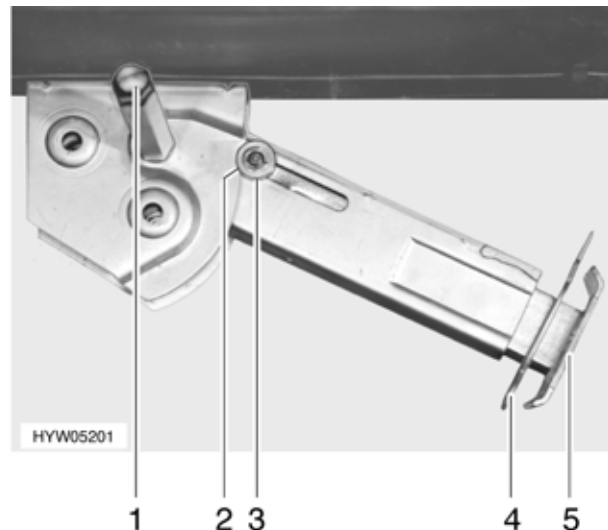

Fig. 18 Piedino di stazionamento
- Inserire la chiave a tubo nell'esagonale (Fig. 18,1) e girare fino a quando il piedino di stazionamento non si trova in posizione verticale verso il basso.
- Estrarre la copiglia (Fig. 18,4) dal prolungamento dell'estremità del piedino (Fig. 18,5).
- Inserire la chiave a tubo nell'esagonale (Fig. 18,1) e girare fino a quando il piedino di stazionamento non si stacca dal terreno.
- Spingere completamente all'interno il prolungamento dell'estremità del piedino (Fig. 18,5) e inserire la copiglia (Fig. 18,4) nel foro apposito.
- Girare la chiave a tubo nell'esagonale (Fig. 18,1), fino a quando il piedino di stazionamento non è sollevato verso l'alto e la guida (Fig. 18,3) è rientrata totalmente nell'intaglio (Fig. 18,2).
- Accertarsi che tutti i piedini di stazionamento siano completamente chiusi, che tutti i prolungamenti siano totalmente rientrati e fissati con la copiglia (Fig. 18,4), e che la guida (Fig. 18,3) sia rientrata nell'intaglio (Fig. 18,2).